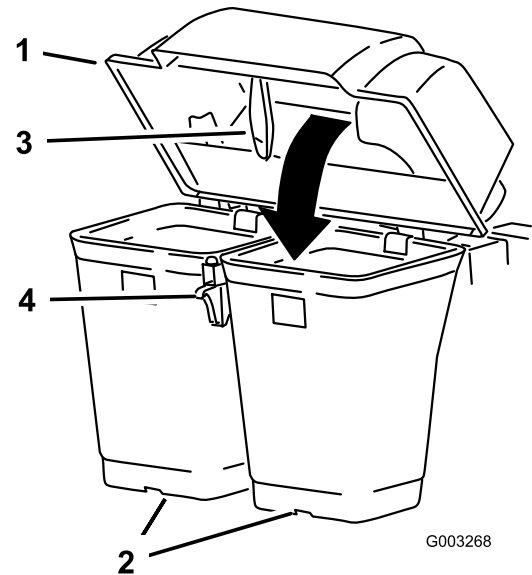
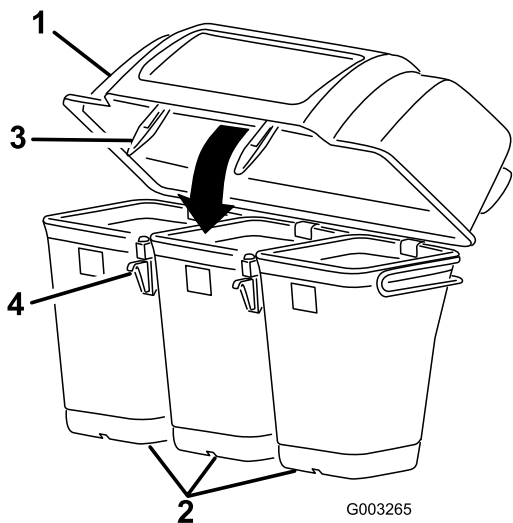

Figure 11
Figure 12
7. Abaissez le capot du système de ramassage sur les bacs (Figure 11 ou Figure 12).